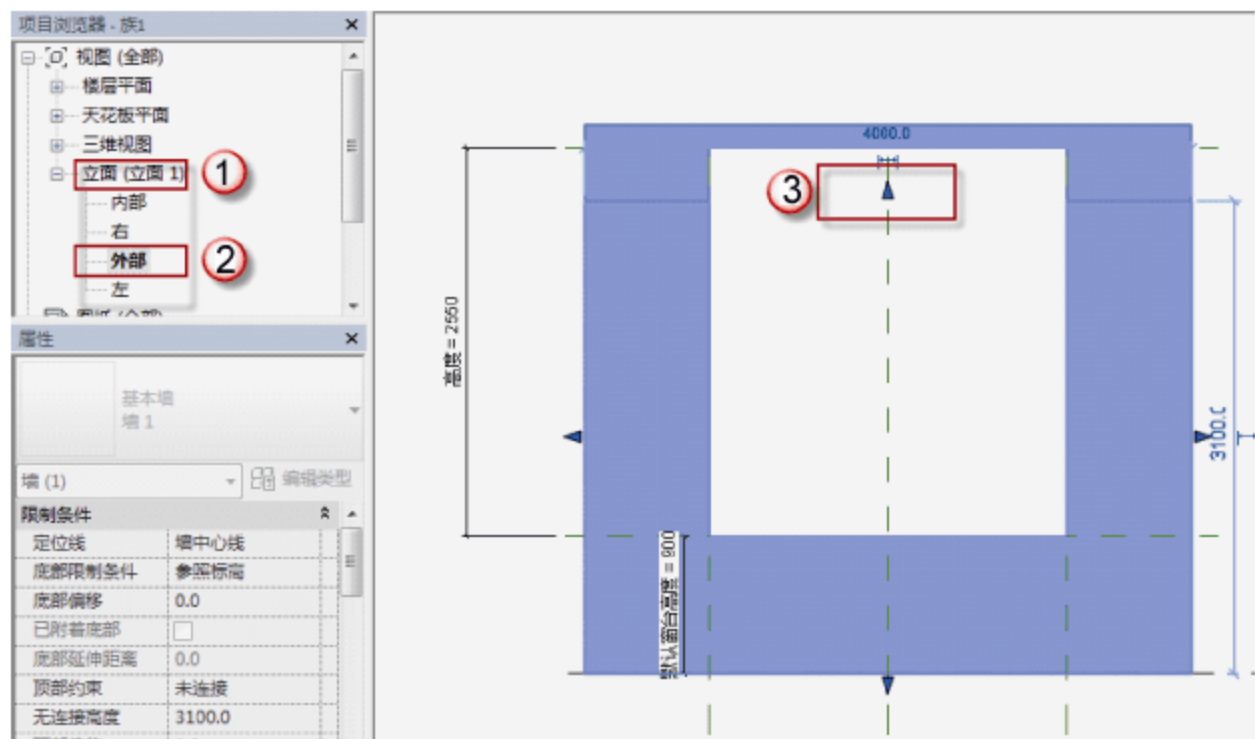

图 7.1.4 C2925 的外部立面视图
(4) 调整基本墙高。选择“项目浏览器”中的“立面（立面 1）”→“外部”选项，可以进入 C2925 的外部立面视图，选择基本墙，出现基本墙的调整按钮，单击向上的按钮并进行拖动，将基本墙上端拖至高于窗洞的位置，如图 7.1.4 所示。